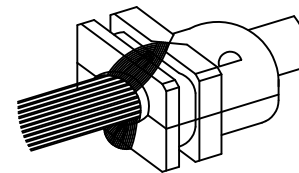

FIG. 3
4. IF USING BRAID SHIELD - PIGTAIL THE SHIELD AND POSITION IN IN STRAIN RELIEF AS SHOWN IN FIG. 3. TRIM EXCESS BRAID.